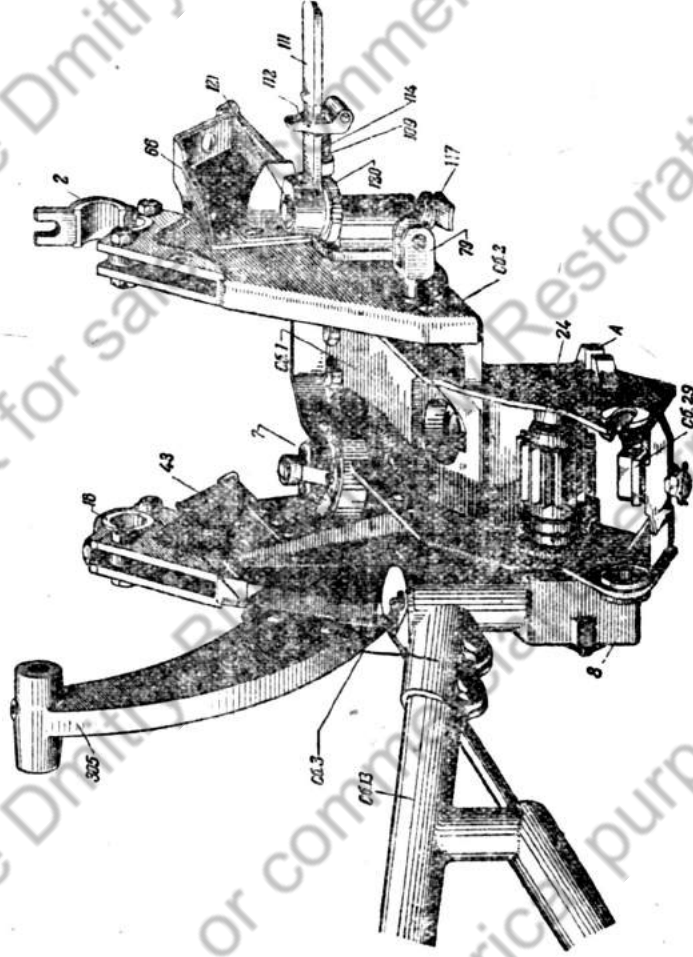

Рис. 24. Верхний станок.
Верхний станок (рис. 24, 25, 26 и 27) служит основанием для установки на нём качающейся части пушки, механизмов наводки, прицельных приспособлений и верхнего щита.
На правой стороне основания приварен упор А (рис. 24) ограничителя поворота верхнего станка при сдвинутых станинах.
Стопор походного крепления верхнего станка состоит из рукоятки 111 с защёлкой, храповика 120, гайки 121 и натяжного винта 117 (рис. 24).
1. Вывинтить стопорный винт рукоятки стопора и снять рукоятку 111 (рис. 24) с гайки 121 натяжного винта.